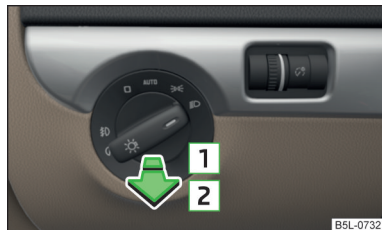

Fig. 45
- ✓ El interruptor de luz se encuentra en la posición $\gg \circ \ll$ » fig. 45.